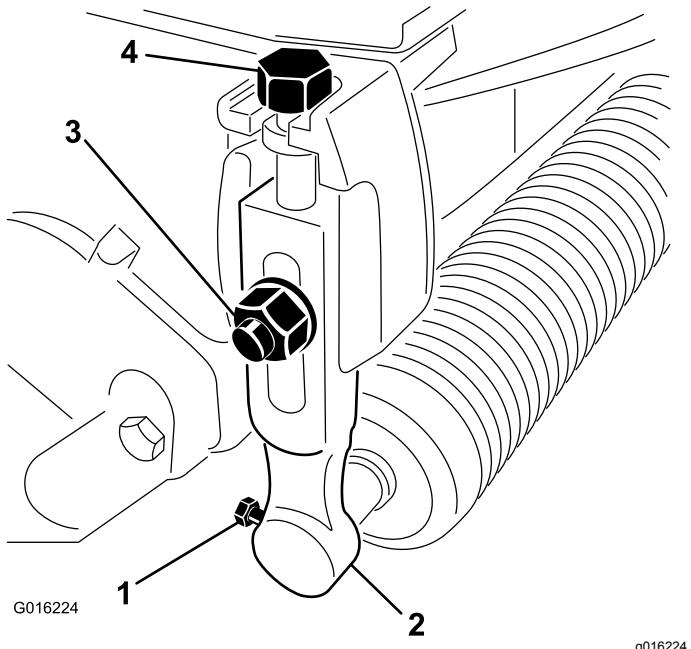

Figura 1
- Allentate le viti che fissano ciascuna estremità del rullo anteriore ai bracci dell'altezza di taglio (Figura 1).
- Rimuovete i bulloni dell'aratro, le rondelle e i dadi di bloccaggio che fissano i bracci dell'altezza di taglio a ciascuna delle estremità dell'apparato di taglio (Figura 1). Rimuovete i bracci dell'altezza di taglio e il gruppo dei rulli.
- Rimuovete le viti di regolazione dell'altezza di taglio dai bracci dell'altezza di taglio (Figura 1).